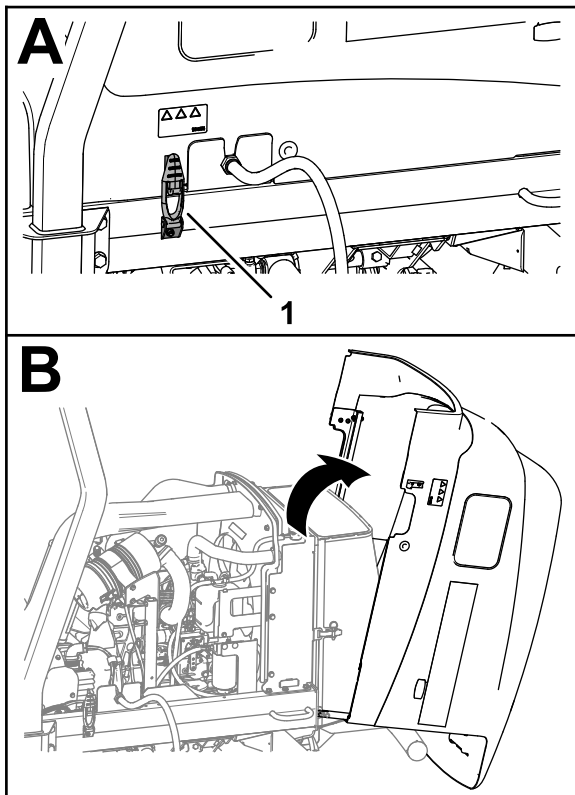

Figure 59
1. Ouvrez les 2 verrous du capot (Figure 59).